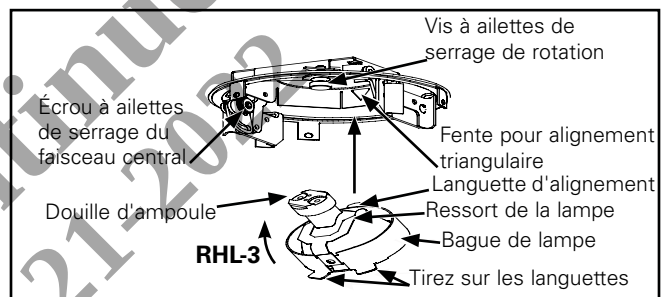

Figure 6.
2. Insérez la nouvelle lampe. Assurez-vous que la lampe est contre la lentille et qu'elle est retenue par le ressort de la lampe. Poussez la douille dans la lampe (Figure 6.).
3. Acheminez les fils de la douille dans la boîte et alignez la languette d'alignement sur la bague de lampe avec le trou triangulaire du support de réglage. Appuyez sur les languettes jusqu'à ce que l'appareil s'enclenche (Figure 6.).
Desserrez la vis à ailettes de serrage de rotation (Figure 6). Faites pivoter le disque dans la position souhaitée. Serrez la vis à ailettes de serrage de rotation.
Desserrez l'écrou à ailettes de serrage du faisceau central (Figure 6.). Insérez un tournevis entre les languettes d'ajustement sous tension dans le support d'ajustement. Orientez le faisceau vers l'emplacement souhaité et serrez la vis à ailettes.